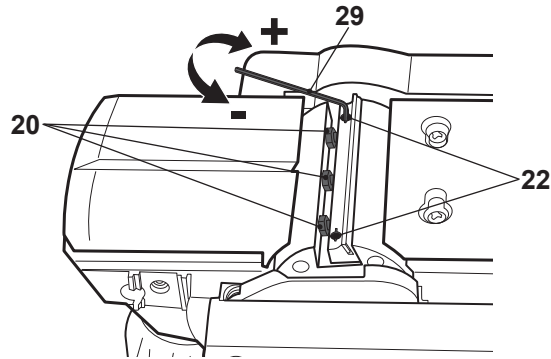

Fig. 18
La altura viene preseleccionada de fábrica y, normalmente, no hay necesidad de reajustarla. A pesar de ello, revise de vez en cuando si la base frontal (28) se mantiene paralela al borde del rodillo portacuchillas. Si fuera necesario, ajuste la altura con la llave hexagonal (29) (Fig. 18).